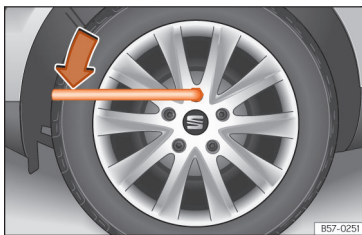

Fig. 35 Substituição da roda: desapertar os parafusos da roda.
- Encaixe a chave de rodas no parafuso, até ao máximo » » » **Fig. 35**.